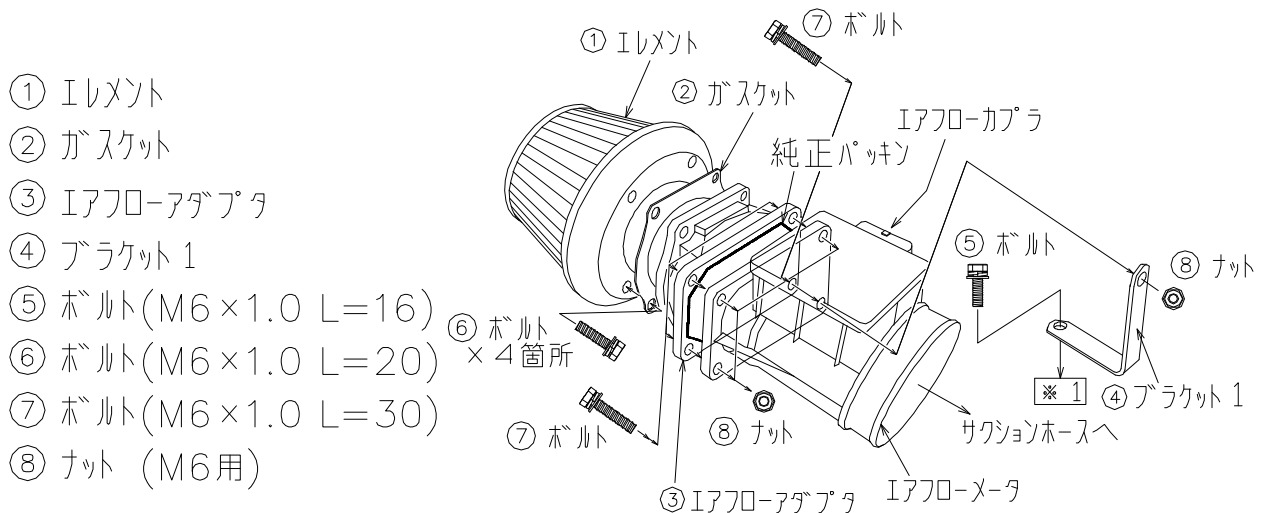

図3 組付図
2. 下図3～4を参照してPOWER INTAKEを組立ててください。この時、各ボルト・ナットは仮締めの状態にしておいてください。